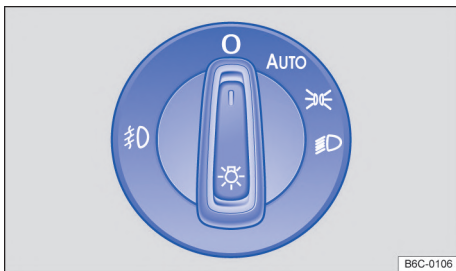

Fig. 71 Al lado del volante: interruptor de luces (una variante).
- **Conectar el faro antiniebla** \Rightarrow : tire del conmutador de las luces hacia afuera \rightarrow fig. 71, hasta la primera ranura. La luz de control \Rightarrow se enciende en el conmutador en color verde.